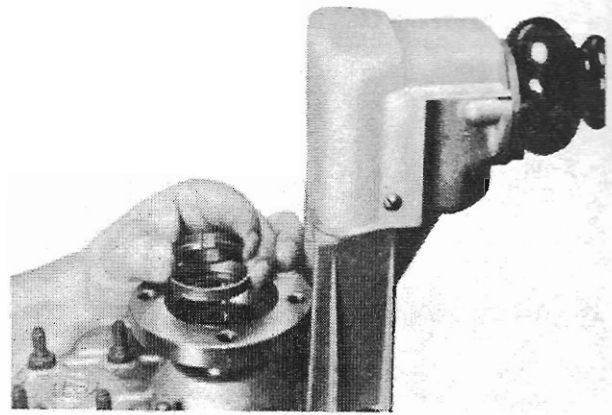

Abb. 61
4. Abtriebsflansch (435) auf die Hauptwelle schieben. Sicherungsblech (436) einlegen und Nutmutter (437) aufdrehen (Abb. 61). Nutmutter mit Nutmutter Schlüssel -6- anziehen. Dazu einen Gang einlegen und Antriebswelle mit Werkzeug -5- festhalten.